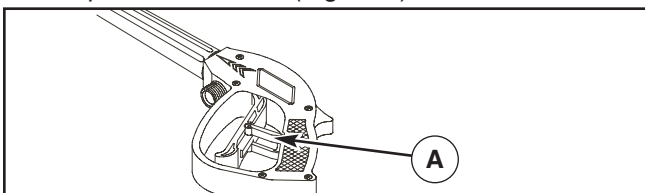

Figura 9 — La pistola rociadora con el pasador de seguridad en su posición
7. Coloque el pasador de seguridad (A) al gatillo de la pistola rociadora (Figura 9).